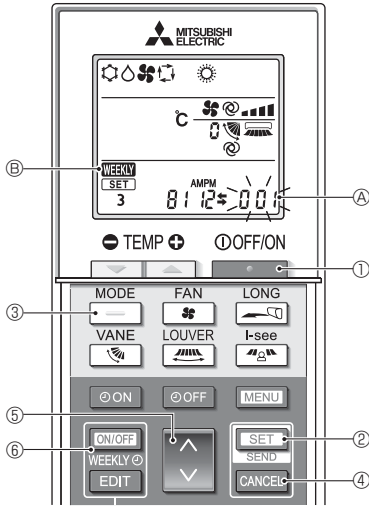

Fig. 4-12
#### 4.12.8. Otomatik mod çalışmasının devre dışı bırakılması (Fig. 4-12)
1. Klimayı durdurmak için **OFF** düğmesine ① basın.
2. Haftalık zamanlayıcı etkinleştirilmişse, zamanlayıcıyı devre dışı bırakmak için **ON/OFF WEEKLY** düğmesine ⑥ basın. (**WEEKLY** Ⓞ kaybolur.)
3. 2.5 saniye boyunca **SET** düğmesine ② basın.
5. **DOWN** düğmesine ⑤ basın.
7. Ayarları tamamlama (Fig. 4-12)
8. 5 saniye boyunca **SET** düğmesine ② basın.